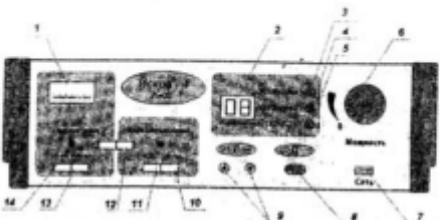

Рисунок 1. Аппарат для местной дарсонвализации и гальванизации АмДГ- «Искра-4».
- а) исполнения – 01 (рис.1) «Аппарат для местной дарсонвализации и гальванизации АмДГ- «Искра-4»;